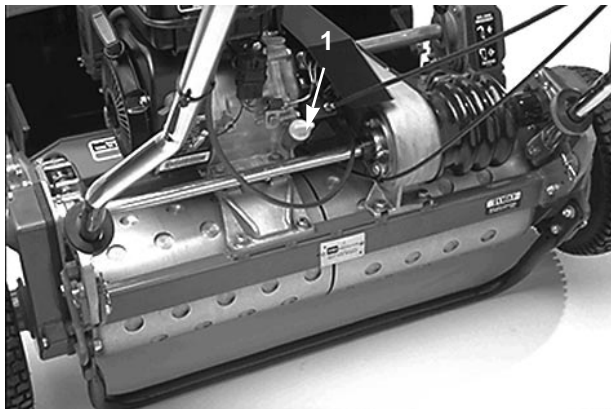

Bild 1
1. Den Mäher so aufstellen, daß der Motor waagrecht ist und um den Ölmeßstab sauber wischen (Bild 1).